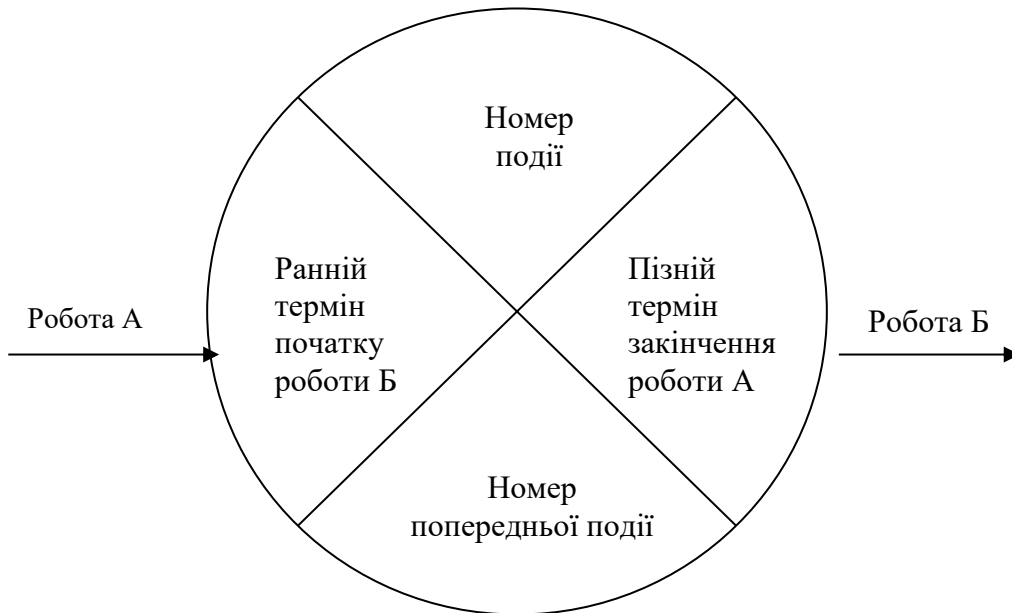

Рисунок 6.2 – Графічне зображення події
1. Усі події поділяють на чотири сектори: нижній, верхній, лівий і правий (рис. 6.2).